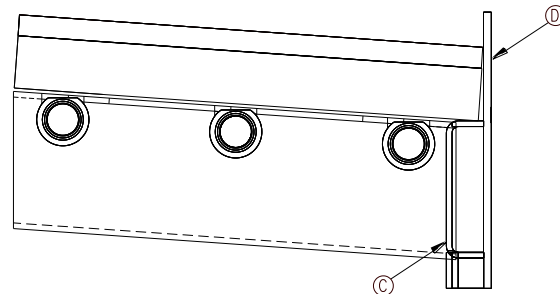

Figure 4.4b
2. Déposez-les, tout en les maintenant en place, sur le conduit d'air horizontal arrière (C) tel qu'illustré à la figure 4.4b. Il convient ensuite de les pousser vers le fond et vers les côtés pour qu'ils reposent sur le dos de la chambre à combustion (D) et sur les conduits d'air latéraux.